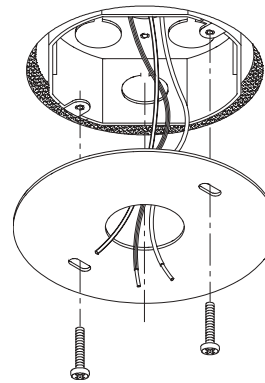

Fig. 2
2. **To install on a drywall ceiling:** (For safety, wiring compartments must be fully covered.) Align the slots in the J-Box cover with the holes in the junction box and feed the supply and ground wires through the center hole. Use the (2) #8 x 1" screws to secure the plate to junction box. **See Figure 2.**
Hold the fixture housing up to outlet box and feed the electrical supply wires through the 7/8" Dia. center hole. **See Figure 2.**
2. Pour installer sur un panneau de gypse: (Par mesure de sécurité, tout coffret de câblage électrique doit être complètement fermé.) Couper l'alimentation, aligner les fentes du couvercle de la boîte de jonction aux trous dans la boîte de jonction et passer les fils d'alimentation et de mise à la terre par le trou central. Utiliser les (2) vis de calibre 8 x 1 po pour fixer la plaque à la boîte de jonction. _____ **Voir la figure 2 .**